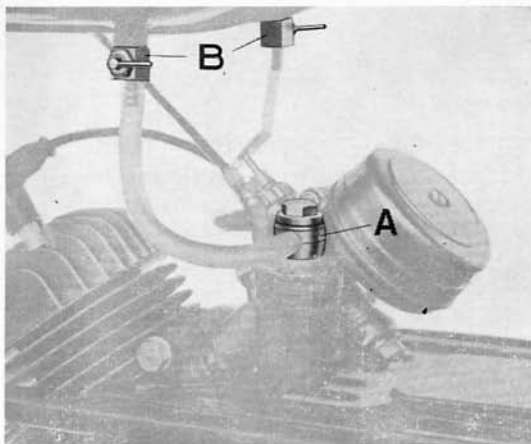

Fig. 10
Ogni 2000 km circa pulire il filtro posto nel raccordo a pipa (A) di fig. 10 sulle tubazioni che portano la miscela dal serbatoio al carburatore. Per togliere il filtro, svitare il dado posto in testa al raccordo; questo filtro va pulito con benzina pura e soffiato con getto d'aria.
(vedere fig. 10)